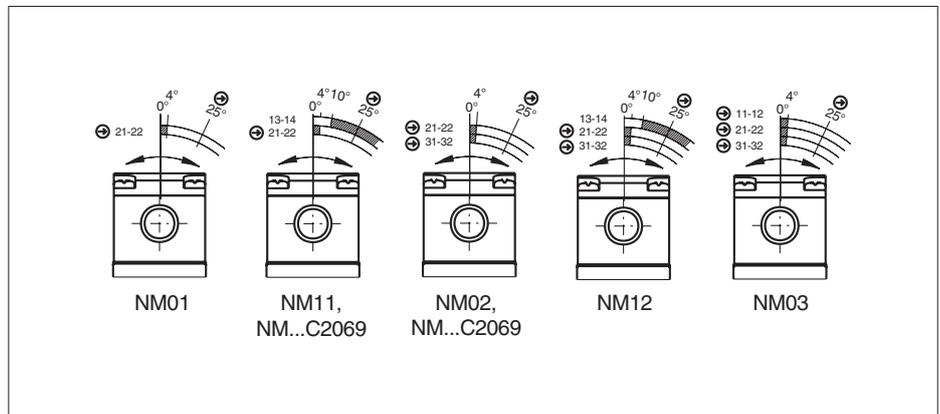

Figura 4: Diagramas de activación de NM..AV/NM..AL
- ▶ El eje de accionamiento debe disponerse de forma que el ángulo de rotación tenga como mínimo  $(25^{+5})$  durante el accionamiento (alcanzando la apertura de contacto prescrita, véase la Figura 4).